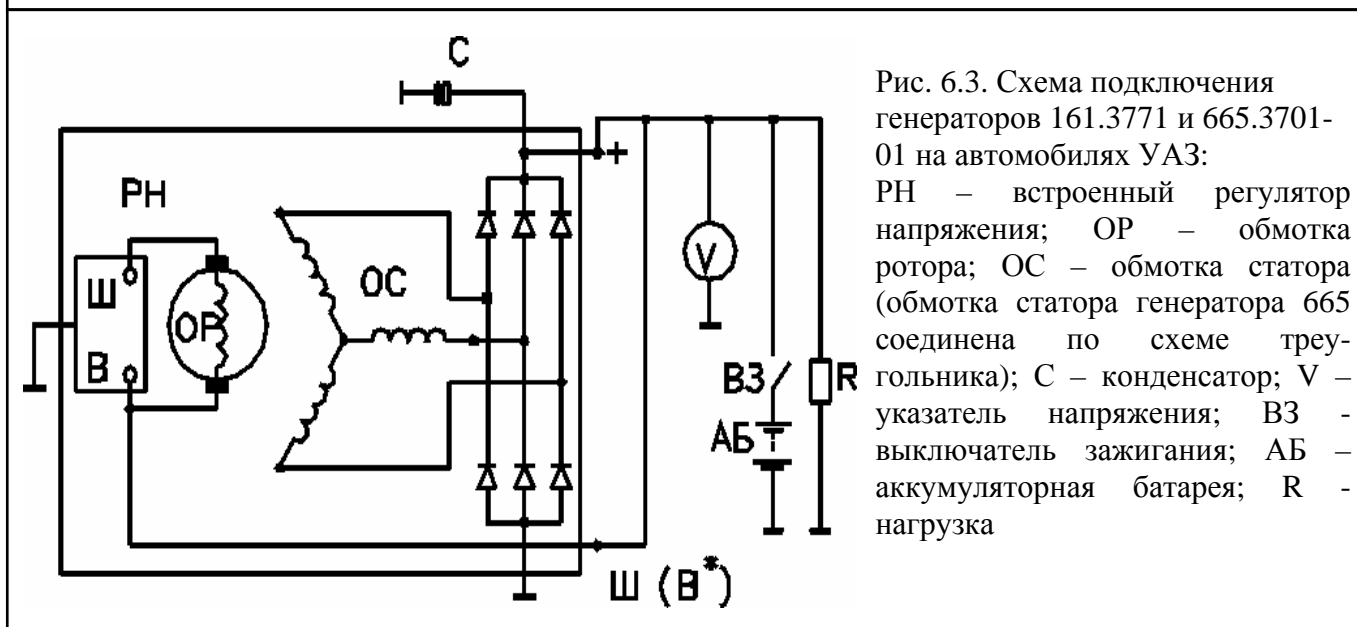

Рис. 6.3. Схема подключения генераторов 161.3771 и 665.3701-01 на автомобилях УАЗ:
2. Генераторы 665.3701-01, 161.3771 без дополнительных диодов и без вывода под тахометр (рис. 6.3);